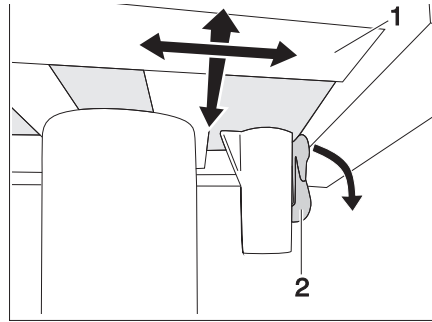

Fig. 98 Verrouillage de la table à une colonne (verrouillé)
- Pousser le levier d'arrêt (Fig. 98,2) vers le bas.
- Faire coulisser le plateau de table (Fig. 98,1) dans la position désirée.
- Pousser le levier d'arrêt (Fig. 98,2) vers le haut.